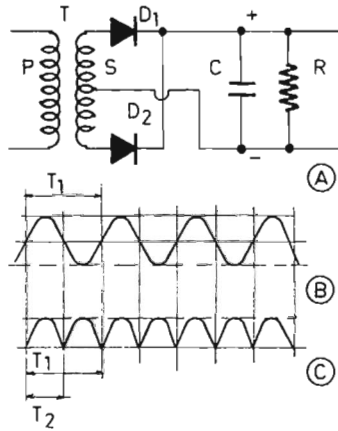

Fig. 1
L'effet attendu est obtenu en **ne filtrant pas**, ou en **filtrant peu**, le signal redressé. La figure 1 permet de voir comment s'effectue le doublement de fréquence. En (A), on a représenté le système redresseur utilisant, par exemple, un transformateur T à primaire P et secondaire S à prise médiane, deux diodes identiques D_1 et D_2 et un condensateur C.
L'intérêt de l'accord de S_1 par C_1 sur f_1 est de sélectionner le signal fondamental sinusoïdal, à la fréquence f_1 évidemment. Ce signal seul donnera à la sortie (aux bornes de P_2) un signal comme celui représenté en (C), figure 1.